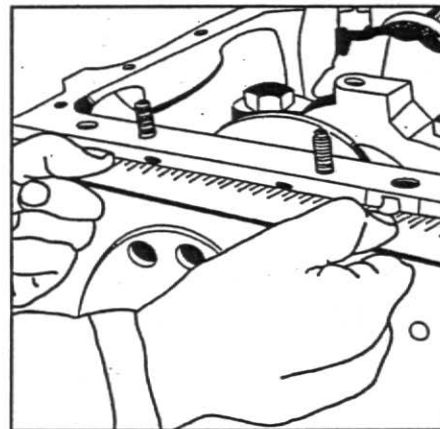

Fig. 11
- Verifique o alinhamento da placa intermediária com uma régua de aço, fig.11.